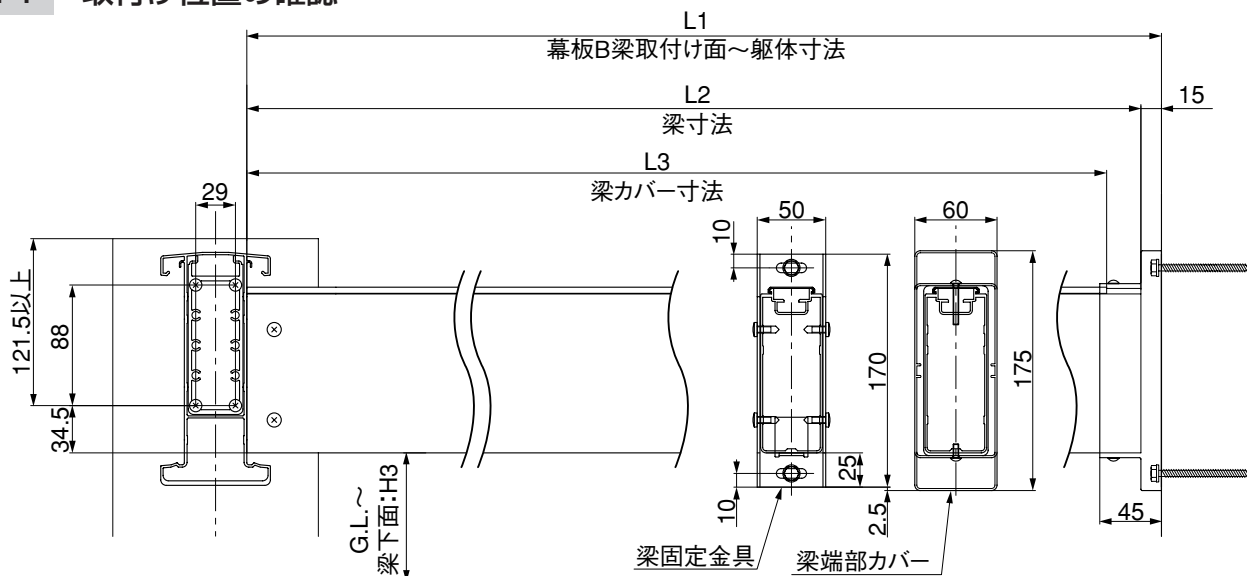
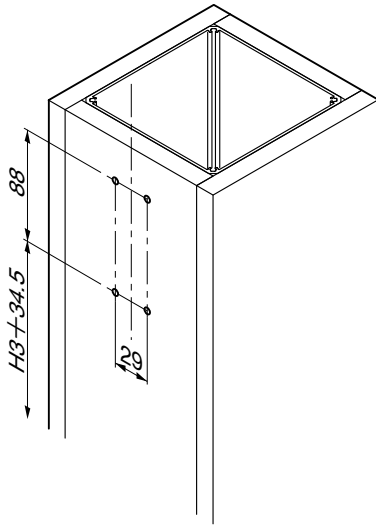

图2-1
図2-3
① 梁の取付け位置から幕板スリーブの取付け位置を出し、 $\phi 5$ の孔をあけてください。(図2-1、図2-3参照)